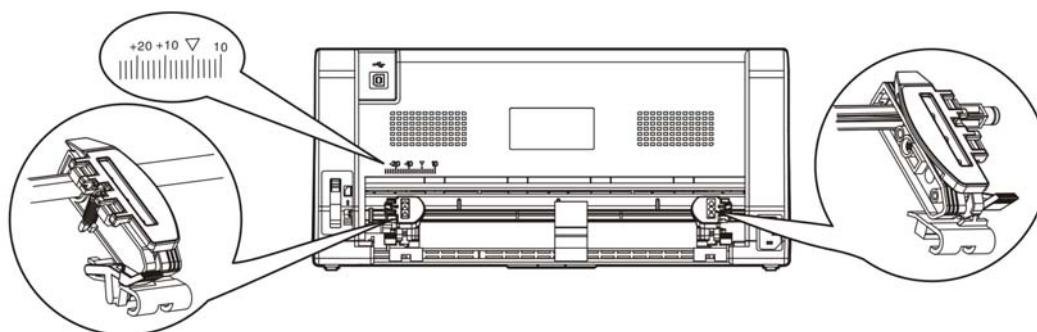

图 3-9 打开左右压盖
4. 将左拖纸器移至左边适当位置（“▽”位置表示横向起始打印位置）。按下左拖纸器的锁定杆。将右拖纸器移至适当位置（如图 3-9 所示）。